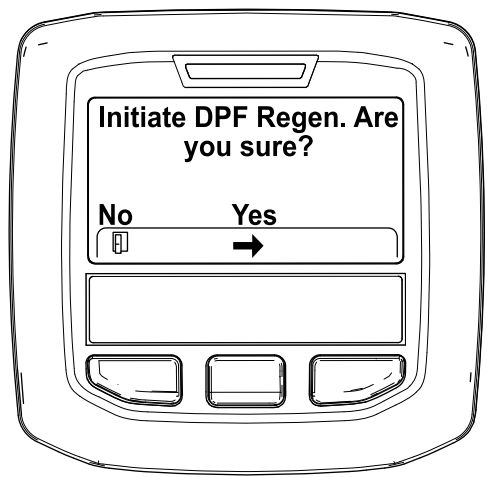

Figura 45
- Cuando aparezca el mensaje "Initiate DPF Regen. Are you sure?" (Iniciar regeneración de DPF, ¿está seguro), pulse el botón central (Figura 45).